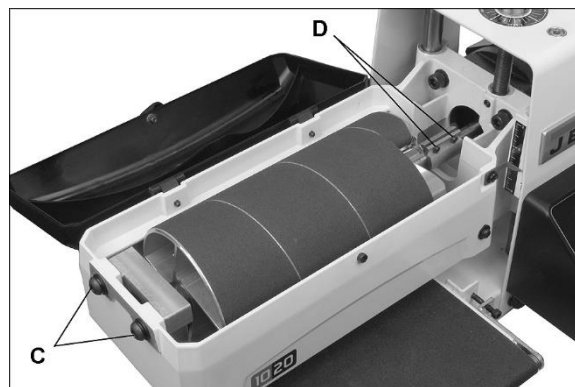

Рисунок 9-2: извлечение барабана
2. Выкрутите 2 винта (С, рисунок 9-2) на блоке подшипников.
3. Ослабьте 2 винта на муфте (D, рисунок 9-2).